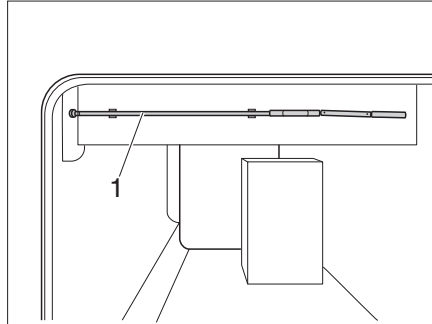

Bild 143 Vev för höjdbar säng
- Ta ut veven (Bild 143,1) ur hållaren.